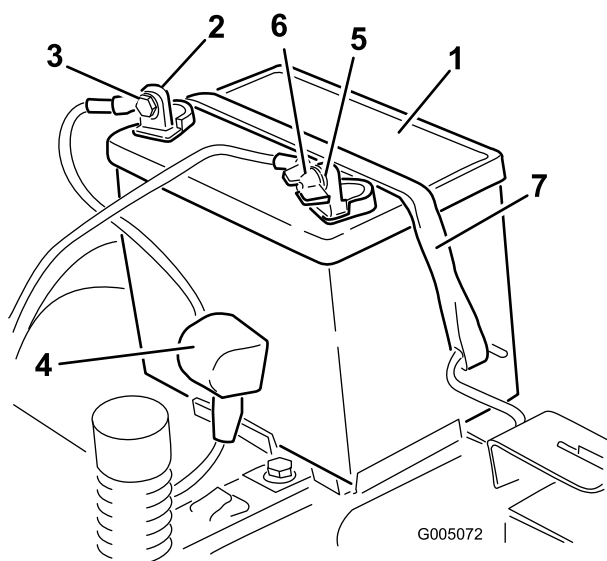

Figura 39
4. Staccate il cavo negativo (nero) di terra dal polo della batteria (Figura 39). Conservate tutti i dispositivi di fermo.
5. Infilate il cappuccio di gomma sul cavo positivo (rosso) della batteria. Staccate il cavo positivo (rosso) dal polo della batteria (Figura 39). Conservate tutti i dispositivi di fermo.
6. Togliete il dispositivo di fissaggio della batteria (Figura 39) e togliete la batteria dal vassoio.
1. Posizionate la batteria nella cassetta (Figura 39).
5. Fissate la batteria con l'apposito dispositivo (Figura 39).